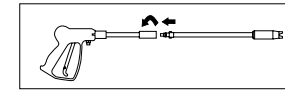

Figura 3 - Conexión de la pistola y lanza
1. Inserte la lanza en la pistola y gírela en el sentido de las agujas del reloj hasta que llegue a su tope, como se muestra en la figura 3.